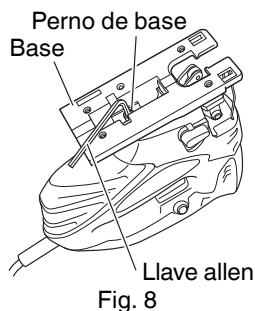

Fig. 8
- (1) Afloje el perno de base con la llave allen provista en la base. (Fig. 8)
NOTA: Para cortar con precisión utilizando la guía (Fig. 8), ajuste siempre la posición orbital a "0".
(1) Afloje el perno de base con la llave allen provista en la base y mueva la base completamente hacia adelante. (Fig. 8, 9)
- (1) Retire la llave allen de la base.
- (2) Mueva la base completamente hacia adelante. (Figs. 8, 9)